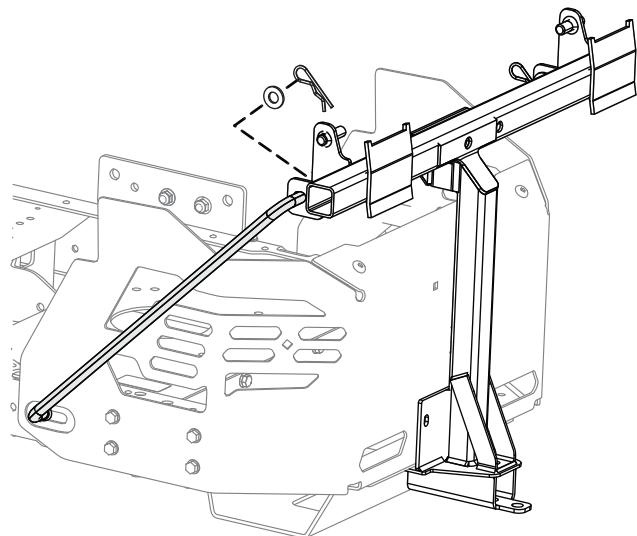

Figura 17
7. Postavite savijeni, proširen kraj šipke u urez oblika ključaonice na levoj strani rama mašine, pa pomerite šipku unazad da ulegne u ram (Figura 17).
8. Umetnите savijene krajeve šipki u nosač priključka kako je prikazano na Figura 17 pa pričvrstite kraj svake šipke pomoću podloške i rascepke.